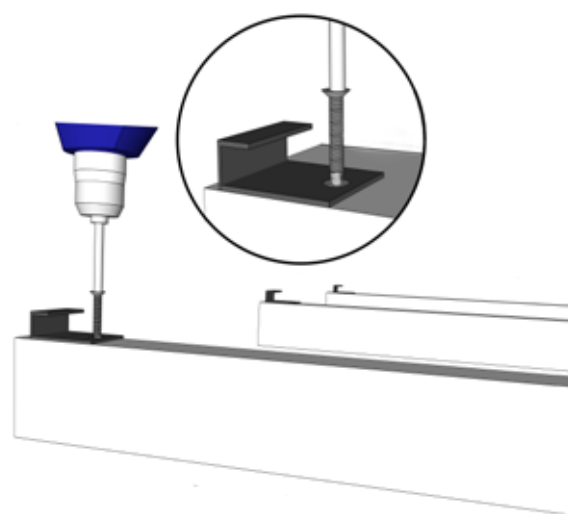

Figura 1
- 2 Después de ubicar la grapa, realiza un orificio previo e instala la primera grapa (HLPM-037) como se muestra en la Figura 1: